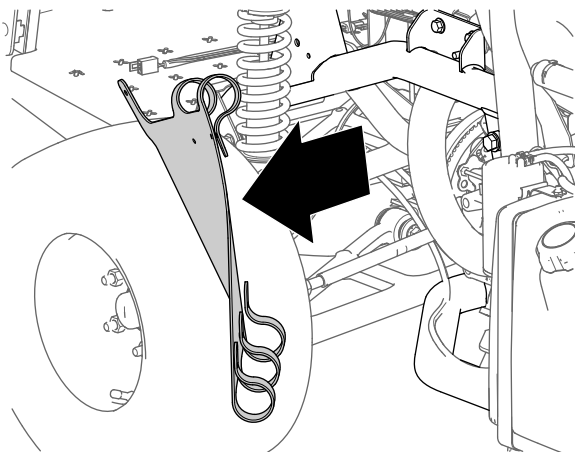

Figura 11
5. Remova o resguardo interior do guarda-lamas da máquina (Figura 11).